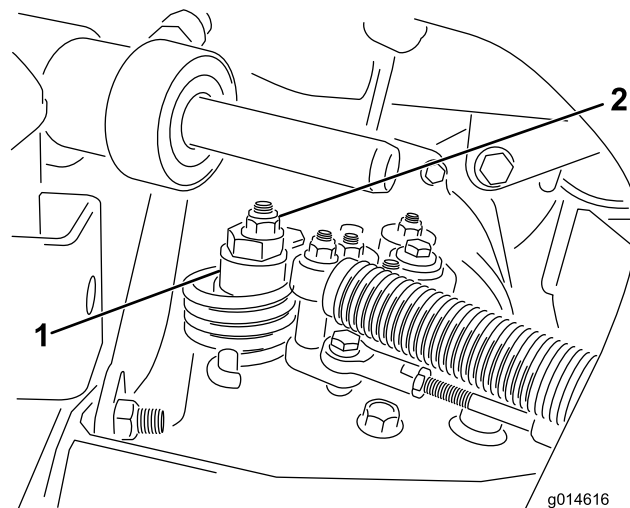

Figura 49
- A. Liberte a porca que fixa o disco excêntrico ao cimo do hidróstato (Figura 49).
- C. Rode o disco excêntrico até eliminar a deslocação em qualquer um dos sentidos. Quando a roda deixar de rodar, aperte a porca, bloqueando deste modo o disco excêntrico e fixando a posição de ajuste (Figura 49). Verifique se o ajuste é o adequado colocando o regulador nas posições SLOW e FAST.